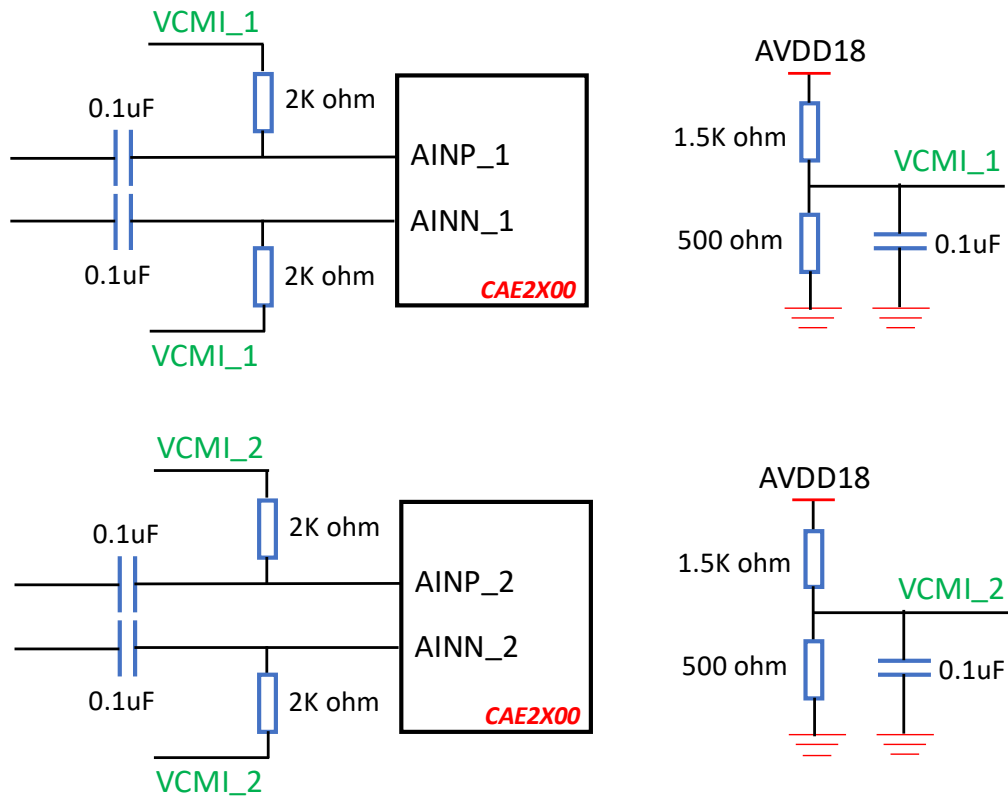

图 8-2. 模拟信号输入管脚交流 (AC) 耦合连接示意图
如图 8-2 所示，当交流 (AC) 耦合连接时，模拟信号输入管脚需外部提供 0.45V 差分输入共模电压 (VCM1)。该 VCM1 电压可以通过外部电阻分压产生，并通过 2K 欧电阻连接至模拟信号输入管脚。